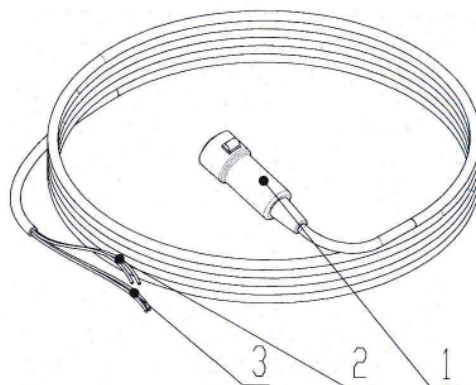

Рисунок 3 Кабель управления.
3. КУ (кабель управления) для подключения МД к органам управления конвейером, рисунок 3., штатная длина 5м, (может быть изменена по требованию Заказчика).
(1) – ИД верхний, (2) – ИД нижний, (3) – стойки, (4) – БЭ, (5) – индикаторная лампа БЭ, (6) – разъем ШР-1 для КУ (кабеля управления транспортером и эл.питания БЭ), (7) – разъем ШР-2 и КС (кабель связи БЭ с ИД), (8) – КК (коммутационный кабель ИД верхнего и нижнего).
Кабель управления (Рисунок 3), состоит из разъема штепсельного (1), пары токопроводящих жил для электропитания 220В (2), пары токопроводящих жил для управления конвейером (3).